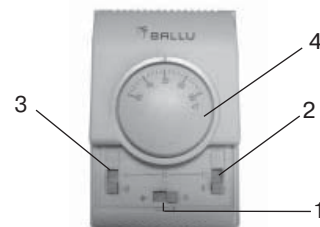

Рис. 2. Блок управления
4.3. Электрическая схема завесы приведена на рис.2 Приложения.
5.4. Завеса состоит из двух блоков работающих параллельно, поэтому подключение к электросети осуществляется через автоматический выключатель в соответствии с «Правилами эксплуатации электроустановок» двумя независимыми силовыми кабелями или с помощью внешней силовой перемычки. Для этого необходимо снять две крышки на верхней стенке корпуса, завести силовые кабели и подключить их к клеммным колодкам в соответствии с рис. 3 Приложения (см. также электрическую схему рис. 2 Приложения).
5.6. Выносной пульт управления подключен на заводе-изготовителе (электрическую схему пульта управления см. на рис. 2 Приложения).
6.1. Перед включением завесы переключатели пульта управления должны находиться в положении 0 (см. рис. 2)